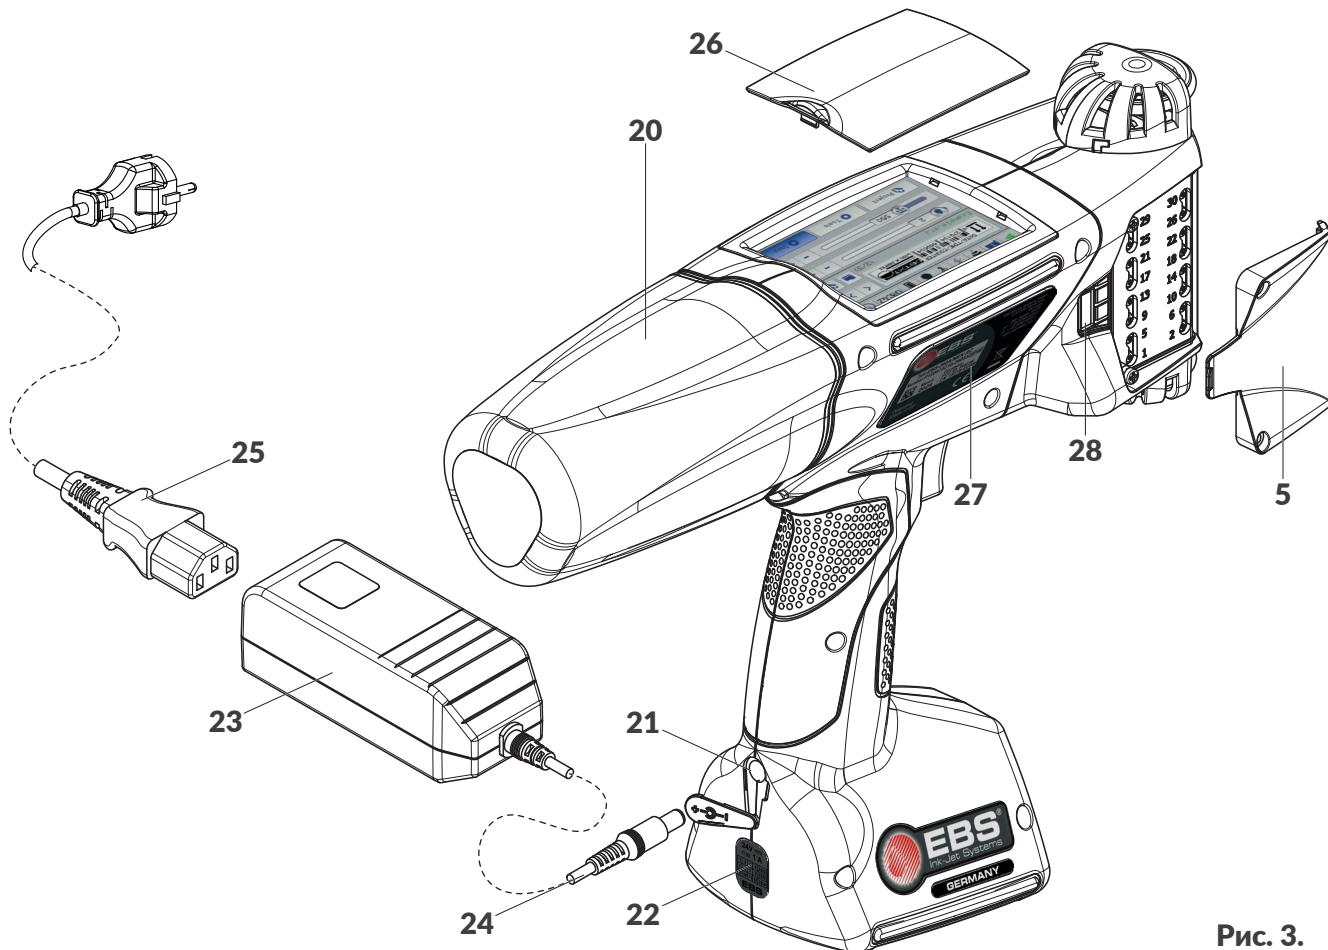

Рис. 3.
* В зависимости от страны сетевая вилка может отличаться от представленной на Рис. 3.
Разъем (28; см. Рис. 3 на странице 15) находится с правой или с левой стороны принтера под крышкой 5, предохраняющей винты для настройки модуля печати.
* В зависимости от страны сетевая вилка может отличаться от представленной на Рис. 3 на странице 15.